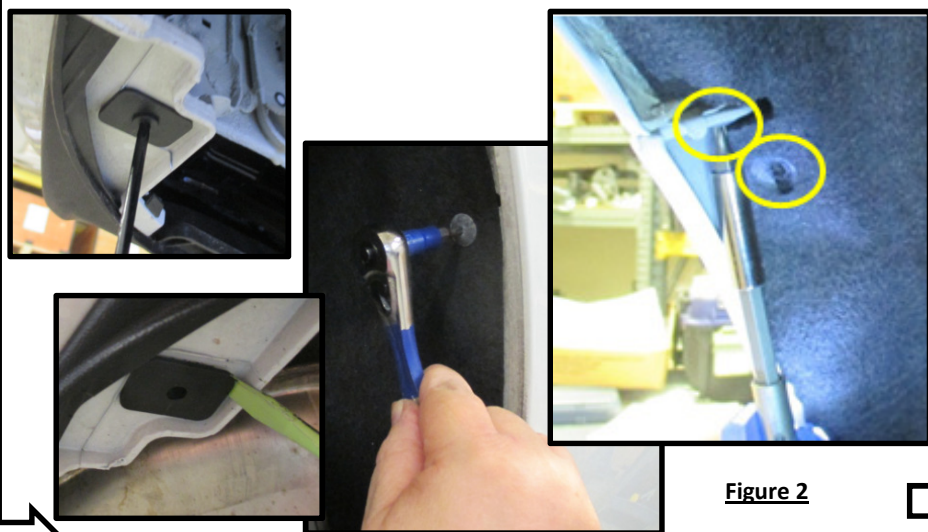

Figure 2
1. Enlever les feux arrière : Ouvrir le hayon et enlever les panneaux (chaque côté) pour l'accès au câblage des feux arrière. Débrancher le câblage aux feux arrière (pousser le connecteur rouge pour débrancher). Retirer la vis de retenue en plastique (utiliser une pince au besoin), une (1) de chaque côté. Debout sur le côté du véhicule, agripper le feu arrière et pousser vers l'arrière pour le retirer. Des deux côtés. Conserver dans un endroit sûr.
2. Enlever le panneau décoratif : Desserrer deux (2) boulons en plastique (douille M10) fixés au logement du pneu de secours. Retirer quatre (4) vis (T20) qui fixent le panneau décoratif en place. Enlever et conserver pour réutilisation.
3. Retirer les boulons du passage de roue et du carénage : Retirer quatre (4) vis en plastique (T15) du dessous arrière du carénage et des blocs de retenue en plastique (les extraire à l'aide d'un tournevis à lame plate). Retirer quatre (4) vis (T20) (chaque côté) du passage de roue, trois (3) orientée vers l'arrière et une (1) située au-dessus entre les panneaux arrière et latéral. Voir la figure 2.